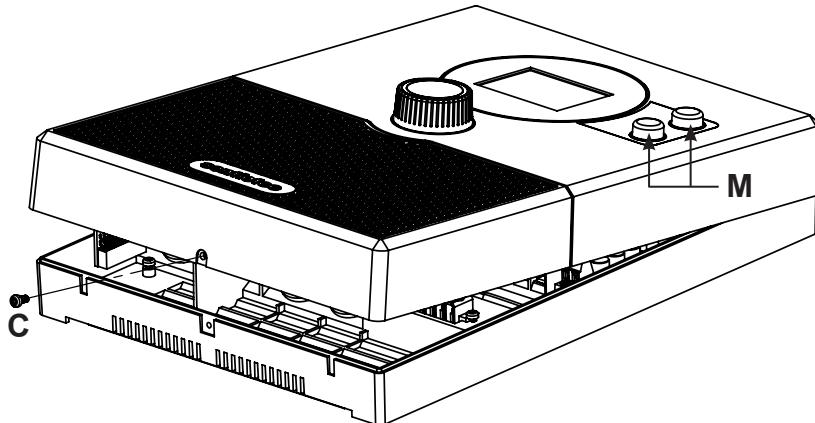

**Bild 1 Position på upphängningsanordningen och monteringshålen
1. Skruva in två skruvar för spänplattor (3 x 25 mm) på ca 1,70 m höjd i bastuväggen tills 7 mm sticker ut. De båda skruvarna måste ha ett avstånd på 156 mm (se **Bild 1**).
4. Häng upp bastustyrenheten i upphängningsanordningen **A** på de inskruvade skruvarna (se **Bild 1**).
5. Skruva in två skruvar för spånplattor(3 x 25 mm) i de nedre fästöppningararna **B** (se **Bild 1**).